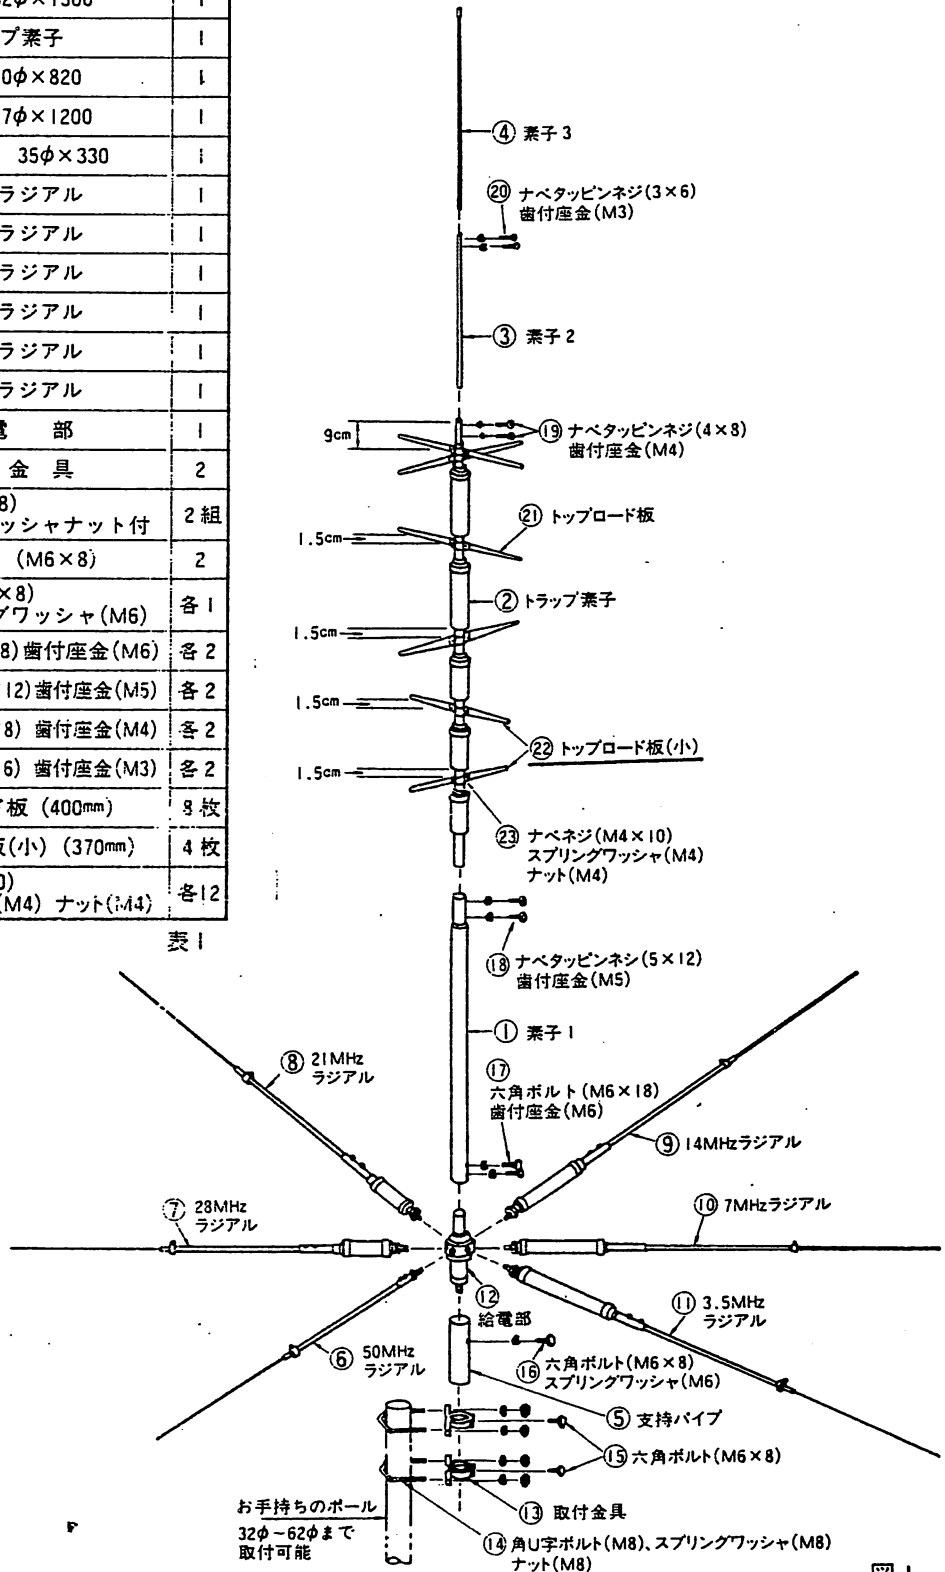

図1
6) ①素子1、②トラップ素子、③素子2、④素子3をそれぞれ ⑱ナベタッピンネジ(5×12) 歯付座金(M5)、⑲ナベタッピンネジ(4×8)、歯付座金(M4)、⑳ナベタッピンネジ(3×6)、歯付座金(M3)で接続し、図1のトップロード板の取付位置で指示したとおり㉑トップロード板、㉒トップロード板(小)を、㉓ナベネジ(M4×10)、スプリングワッシャ(M4)、ナット(M4)で、それぞれ取付けます。